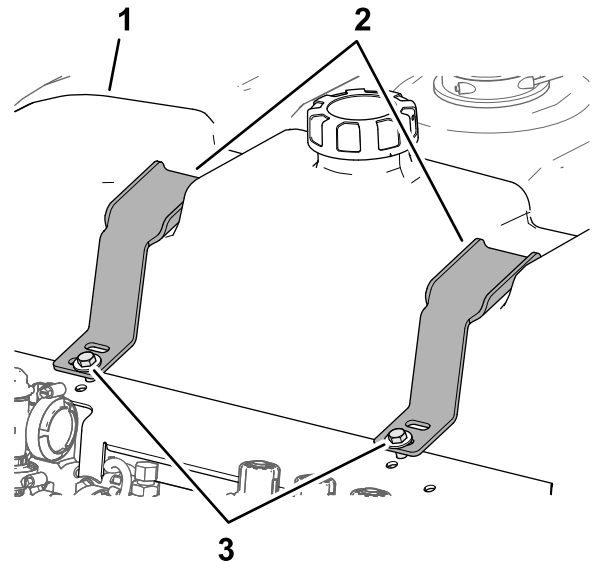

Bild 43
1. Füllen Sie den Spülbehälter mit sauberem Wasser (Bild 43).
2. Prüfen Sie zwischen den Befestigungen und dem Spülbehälter auf Spielraum (Bild 43).
3. Wenn Sie zwischen den Befestigungen und dem Spülbehälter einen Spielraum feststellen, ziehen Sie die Schrauben und Sicherungsbundmutter an, bis die Befestigungen mit dem Behälter bündig sind (Bild 43).